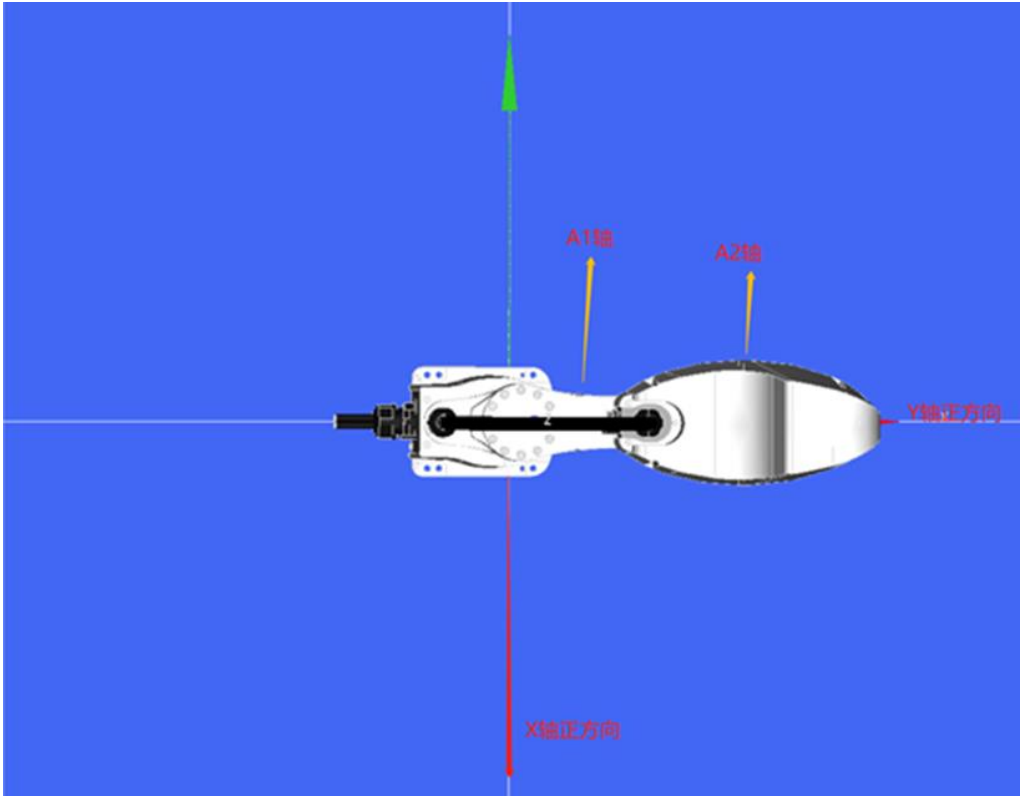

图 21 机械臂复归完成位置图
- d) 将 A1 轴和 A2 轴移动到指定位置后，使用原点复归命令将机械臂复归。原点复归完成后机械臂的位置如下图 21 所示。